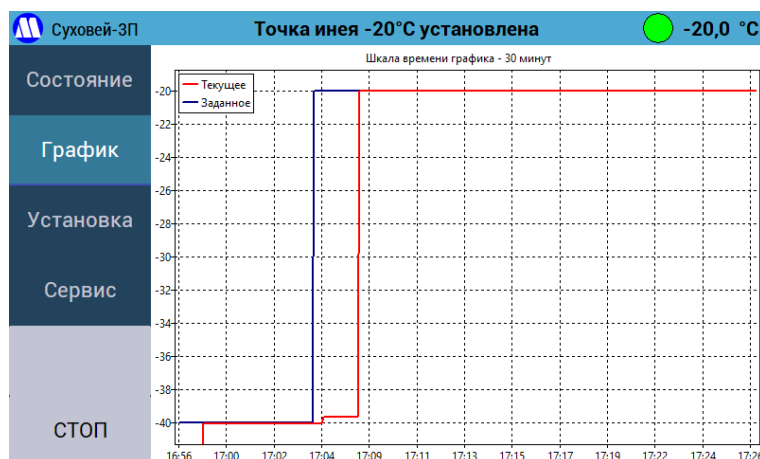

Рисунок 12 – Экран «График».
7.2.6. На экране «График» (Рисунок 12) отображаются графики воспроизводимого (красный) и заданного (синий) значений температуры точки росы/инея. Текущий масштаб шкалы времени графика отображается в верхней части. Переключить масштаб по оси X можно либо нажимая на область графиков (по возрастанию), либо нажимая на кнопку «График» (по убыванию), либо в меню «Настройки отображения» - см. п.7.2.10.1). Перерисовка графиков в соответствии с новым масштабом произойдет при очередном опросе генератора (обычно не более 2 секунд). Масштаб графиков по оси Y выбирается автоматически.